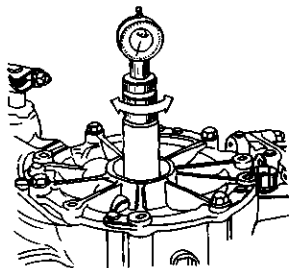

图 3-127 测量  $e$  尺寸
12) 将专用工具 VW385/1 转至百分表的尖头碰到磁板, 并使百分表指针达到最大偏差(倒转)。所取得的值即  $e$  尺寸(从逆时针方向读看), 如图 3-127 所示。注意: 当转动 VW385/1 时, 百分表的尖头(VW5385/C)应碰到磁板, 而且总是在缝隙相对的一侧。